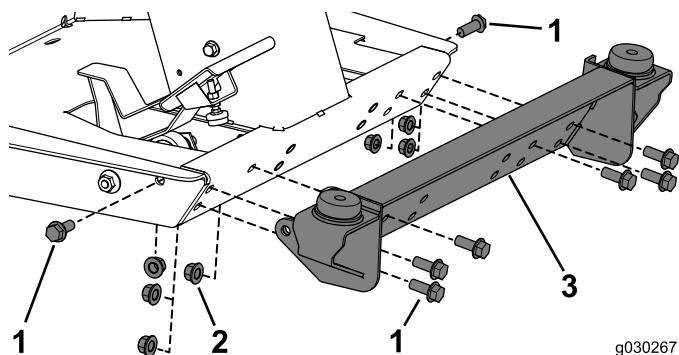

Figura 14
- Fixe a montagem frontal à máquina utilizando 8 parafusos (½ pol. x 1¼ pol.) e 8 porcas de bloqueio (Figura 14).